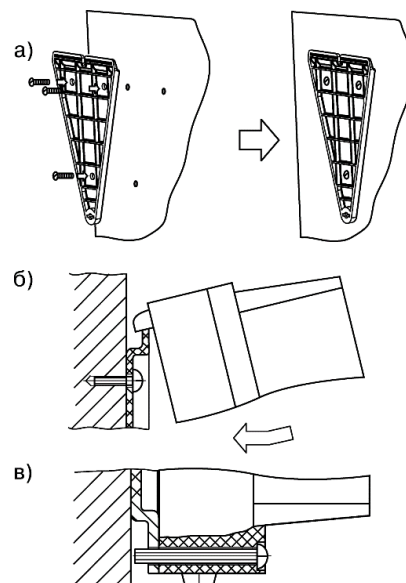

Рисунок 4.1 – Монтаж пристрою настінного кріплення Н
1. Закріпити кронштейн трьома гвинтами М4 х 20 на поверхні, що призначена для встановлення пристрою (див. рисунок 4.1, а).
2. Зачепити кутик на задній стінці пристрою за верхню кромку кронштейна (рисунок 4.1, б).
3. Прикріпити пристрій до кронштейна гвинтом М4 х 35 з комплекту постачання (рисунок 4.1, в).